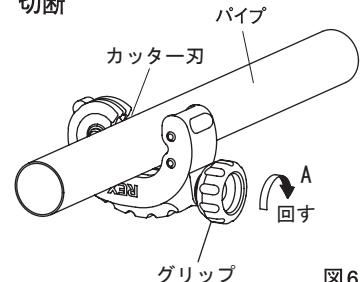

図6
(2) パイプ切断、スケレーパー
- ①パイプの切断位置をマーキングしカッターをセットしてください。この時パイプの先端はローラー幅以上に出してください。(図6)